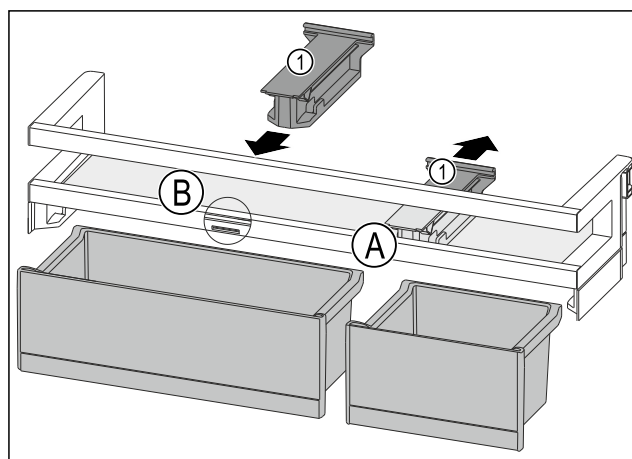

Fig. 126
- Halteteil Fig. 126 (1) in Position Fig. 126 (A) nach hinten abziehen.
- Halteteil Fig. 126 (1) in Position Fig. 126 (B) einsetzen.